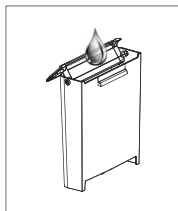

Рис. 1
- Убедитесь, что съёмный поддон (1), решётка поддона (2) установлены на место.
- Снимите ёмкость для воды (8).
- Наполните ёмкость (8) холодной водой до отметки максимального уровня, установите ёмкость (8) на место (рис. 1).